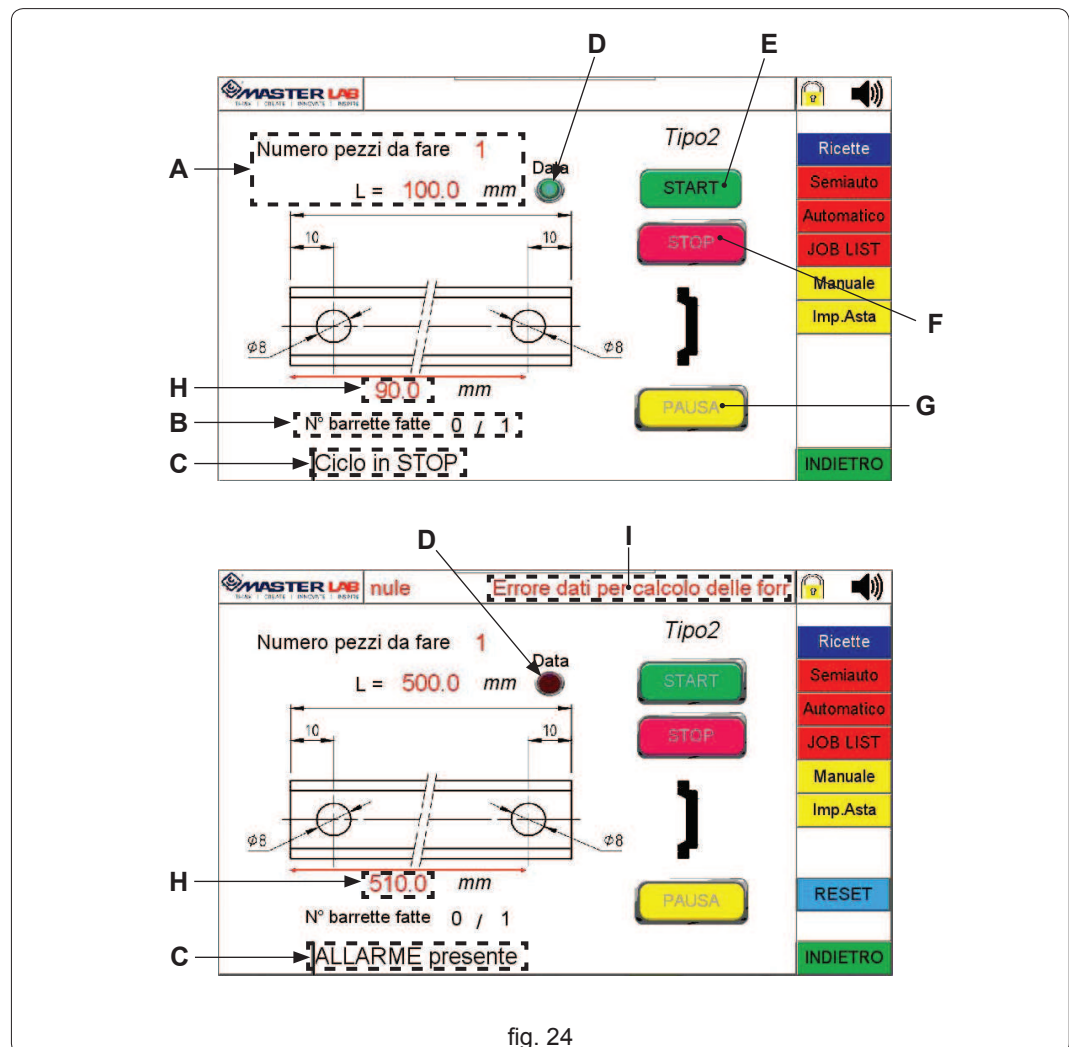
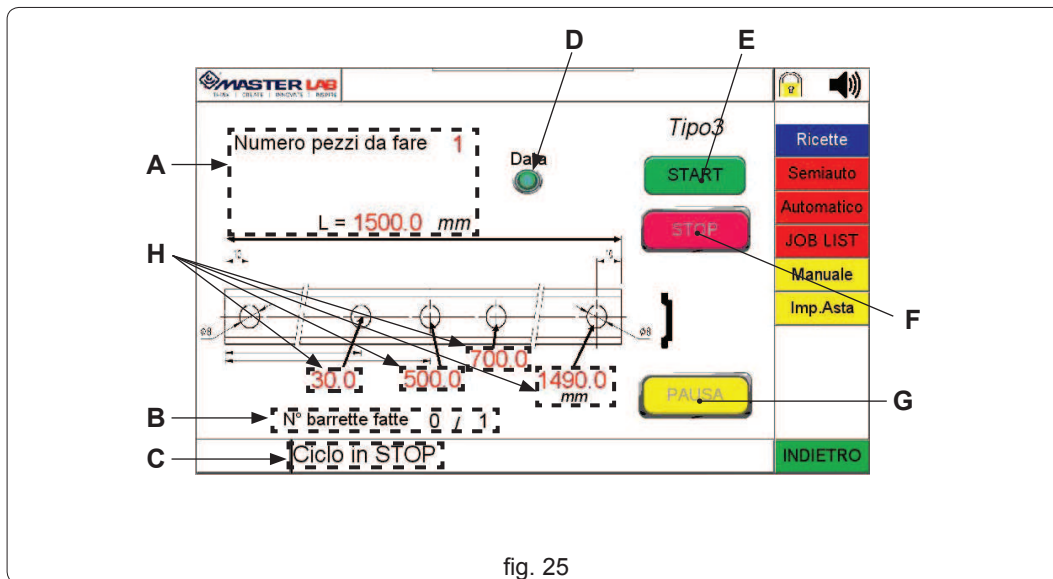

fig. 24
fig. 25
- il numero di aste da eseguire e la lunghezza precedentemente impostati (fig. 24 rif. A) toccando sui rispettivi numeri e immettendo i dati con il tastierino seguito dal tasto Enter;
- quota da assegnare al foro finale (fig. 24 rif. H);
- il contatore degli eseguiti (fig. 24 rif. B);
- lo stato della macchina (fig. 24 rif. C);
- led di verifica dati: verde -> ok / rosso-> anomalia (fig. 24 rif. D);
- tasto Start (fig. 24 rif. E) per iniziare la lavorazione;
- tasto STOP (fig. 24 rif. F) per terminare le lavorazioni in qualsiasi momento;
- tasto PAUSE (fig. 24 rif. G) per sospendere momentaneamente la lavorazione.
A questo punto toccare sulla quota rossa (fig. 24 rif. H) per assegnare la quota del foro finale. Digitare sul tastierino che compare la quota desiderata seguita dal tasto "Enter".
**ATTENZIONE!** Se si digita una quota (fig. 24 rif. H) che va oltre la lunghezza impostata della barra il led di verifica dati (fig. 24 rif. D) diventa di colore rosso e ovviamente non permette l'esecuzione della lavorazione. Sulla barra di informazioni all'utilizzatore compare un messaggio di errore (fig. 24 rif. I).
Una volta immessa la quota (fig. 24 rif. H) si può procedere col premere il tasto Start (fig. 24 rif. E).
- il numero di aste da eseguire e la lunghezza precedentemente impostati (fig. 25 rif. A) toccando sui rispettivi numeri e immettendo i dati con il tastierino seguito dal tasto Enter;
- quote da assegnare ai fori intermedi e al foro finale (fig. 25 rif. H);
- il contatore degli eseguiti (fig. 25 rif. B);
- lo stato della macchina (fig. 25 rif. C);
- led di verifica dati: verde -> ok / rosso-> anomalia (fig. 25 rif. D);
- tasto Start (fig. 25 rif. E) per iniziare la lavorazione;
- tasto STOP (fig. 25 rif. F) per terminare le lavorazioni in qualsiasi momento;
- tasto PAUSE (fig. 25 rif. G) per sospendere momentaneamente la lavorazione.
A questo punto toccare sulle quote rosse (fig. 25 rif. H) per assegnare le quote dei fori intermedi e del foro finale.
Digitare sul tastierino che compare la quota desiderata per ogni foro (fig. 25 rif. H) seguita dal tasto "Enter".
**ATTENZIONE!** Se si desidera, si possono inibire tutti o alcuni dei fori con quota rossa lasciandoli a "10". Non è consentito, ad esempio, assegnare una quota al precedente e lasciare a "10.0" il seguente: comparirà un messaggio di errore e il led di verifica dati (fig. 25 rif. D) diventerà di colore rosso.
**ATTENZIONE!** Se si digita una quota (fig. 25 rif. H) che va oltre la lunghezza impostata della barra il led di verifica dati (fig. 25 rif. D) diventa di colore rosso e ovviamente non permette l'esecuzione della lavorazione. Sulla barra di informazioni all'utilizzatore compare un messaggio di errore (fig. 24 rif. I).
Una volta immesse le quote (fig. 25 rif. H) si può procedere col premere il tasto Start (fig. 25 rif. E).